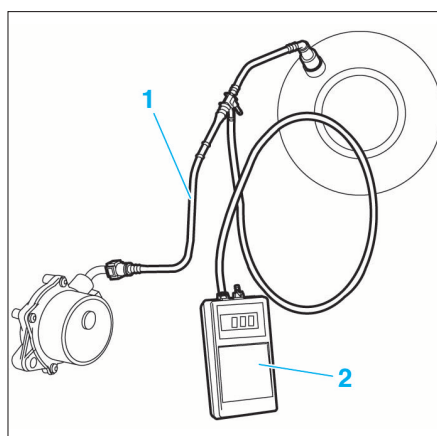

FIG. 19
- Localiser le tube de dépression (1) entre la pompe à vide et l'amplificateur de freinage. Y insérer l'outil [2] (contrôleur de pression ref. 1602.A par exemple) (Fig.19).